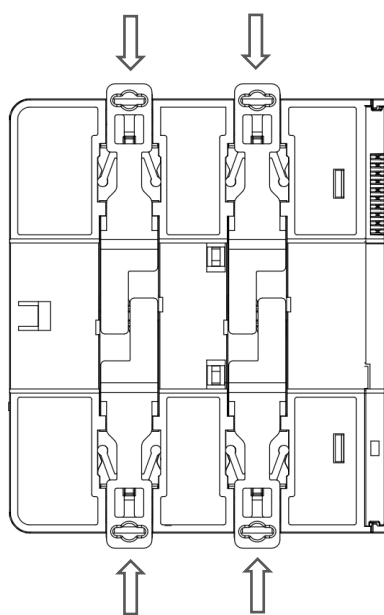
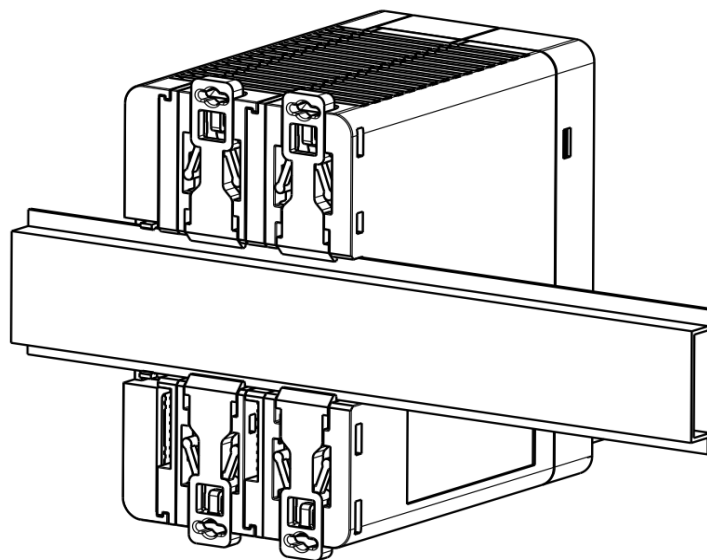

图 3-5 导轨卡扣向内侧推动
图 3-6 导轨卡扣固定后效果
(3) 先安装 SC300 系列控制器。取下其右侧的 ET9000 终端盖板，然后将其沿着安装槽的上沿水平扣入导轨上沿，然后用力按压，确保产品紧嵌在 DIN35 导轨上，且没有歪斜现象；如图 3-5，然后将控制器底部两侧的导轨卡扣向内侧推动，使之与导轨紧密配合以确保锁紧，固定后效果如图 3-6；